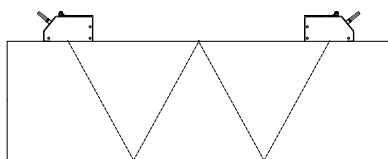

Fig. 3.7: 1 faisceau, 4 trajets du son, montage réflexion
- impair dans le cas du montage de mesure diagonal (voir Fig. 3.7)
Trajet que parcourt le signal ultrasonore entre les capteurs, à savoir entre le capteur qui émet le signal ultrasonore et le capteur qui le reçoit. Un faisceau se compose d'un ou de plusieurs trajets du son (voir Fig. 3.7 ou Fig. 3.8).